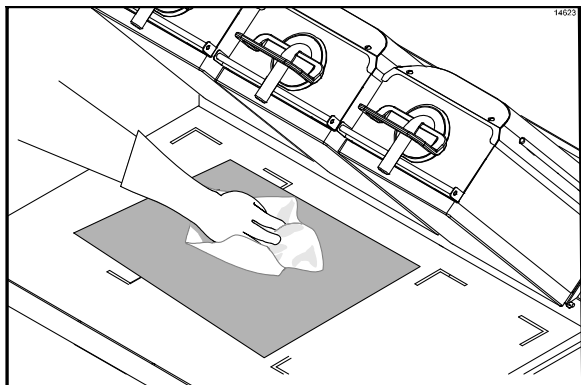

Figure 67
- Placer les feuilles de protection supérieures et inférieures une par une sur la surface inférieure du gril. Essuyer les deux côtés de chaque feuille de protection avec un chiffon gril propre et trempé dans de l'aseptisant (Cf. Figure 67).